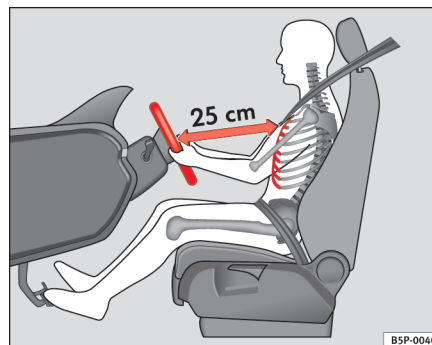

Fig. 135 Sådan sidder føreren korrekt.
- Indstil rattet, så du får den ønskede indstilling ⇒ fig. 135.
- Indstil førersædet eller rattet, så afstanden mellem rattet og din brystkasse er mindst 25 cm ⇒ side 163, fig. 135. Hvis du ikke overholder minimumsafstanden, kan airbagsystemet ikke beskytte dig – livsfare!